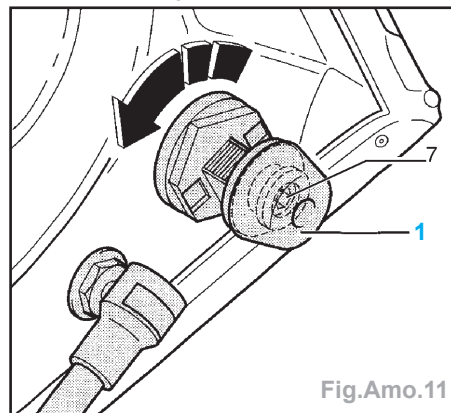

Fig.Amo.11
- Faire tourner la butée de réglage à 90° à l'aide d'une clé plate n°24 puis l'extraire de l'orifice (Fig.Amo.11).
- Serrer la vis d'emprisonnement (7) à **0,2 daN.m** (Fig.Amo.11).